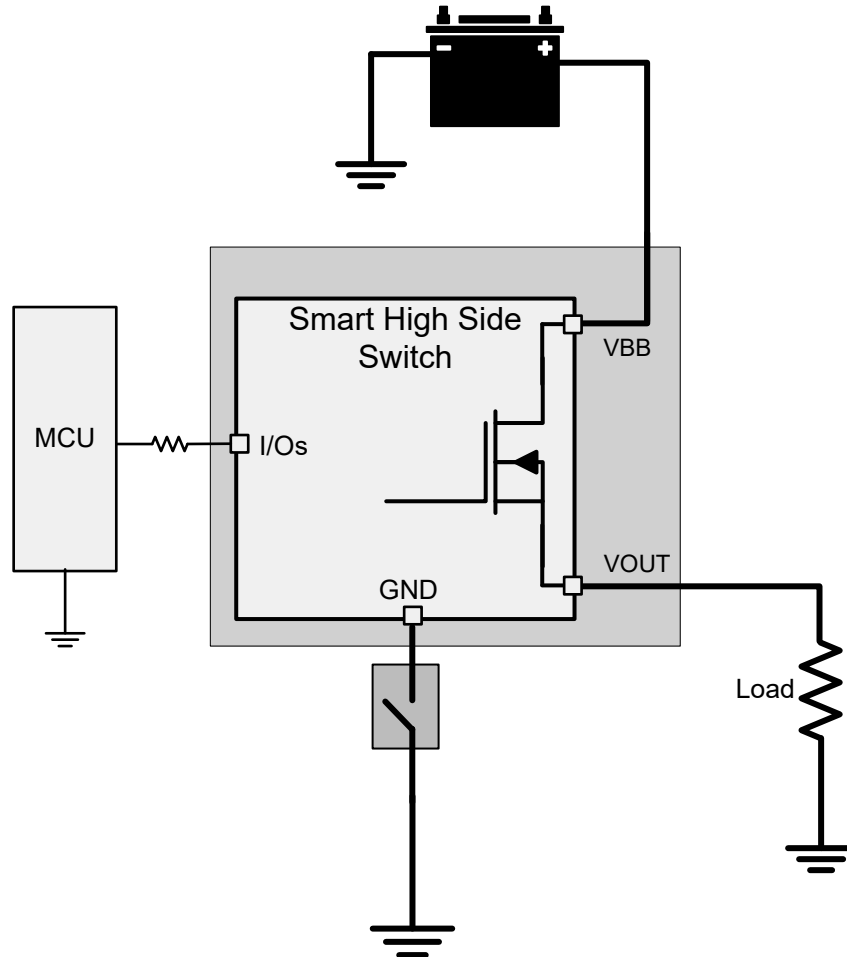

図 7-18. デバイスの GND 喪失
**ケース 1 (デバイス/IC GND 喪失):** サーマル パッド (Tab)、IC\_GND、電流制限グラウンドが 1 つのパターンで、システムグラウンドに接続されているとき、GND 喪失保護がアクティブになります (図 7-18 を参照)。